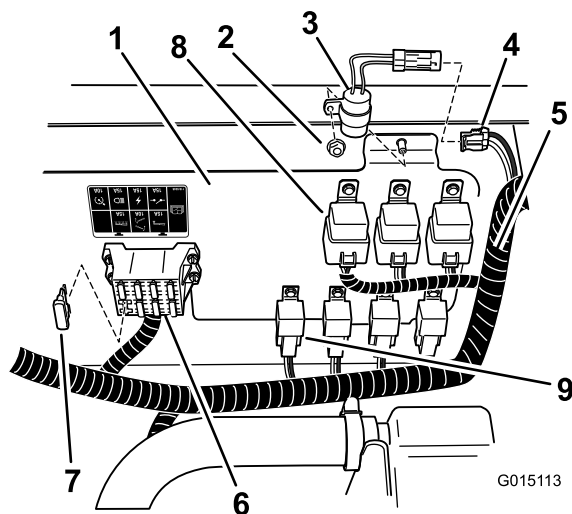
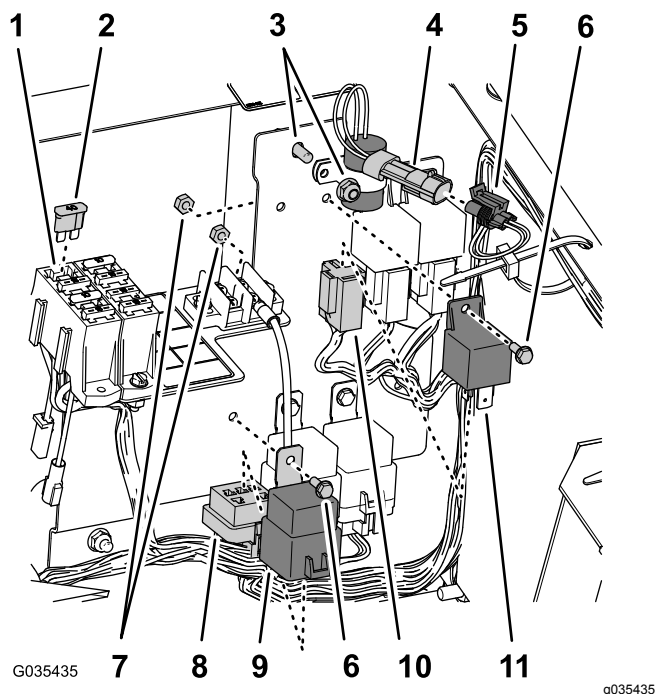
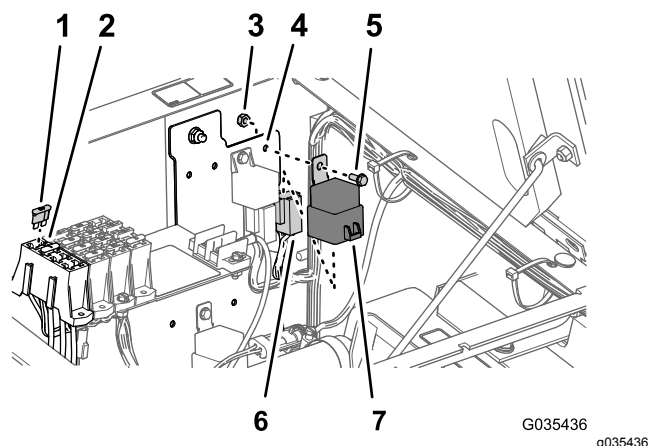

Рисунок 33
Рисунок 34
Рисунок 35
- А. Установите таймер задержки в месте, показанном на Рисунок 33 или Рисунок 34, закрепив контргайкой, снятой с электрической панели.
- В. Подсоедините таймер к 2-гнездовому соединителю жгута проводов машины с маркировкой «Delay Timer» (Таймер задержки) (Рисунок 33 или Рисунок 34).
3. Установите предохранитель (40 А) в свободное гнездо блока предохранителей, как показано на Рисунок 33, Рисунок 34 или Рисунок 35.
4. Разместите реле и реле питания в одном ряду с другими подобными реле и установите их на панель (**Рисунок 33**, **Рисунок 34** или **Рисунок 35**) при помощи двух болтов с фланцевыми головками (№ 10-24 x 1/2 дюйма) и 2 контргаек (№ 10-24).
5. Найдите 4-гнездовой и 5-гнездовой соединители на главном жгуте проводов и подсоедините их к реле (4-штыревому соединителю) и реле питания (5-штыревому соединителю), как показано на **Рисунок 33**, **Рисунок 34** или **Рисунок 35**.